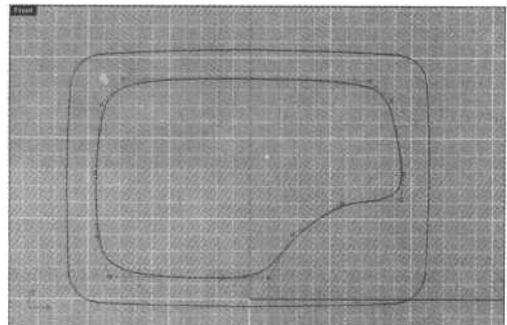

图 1.9 画曲线
(10) 选择 **Control Point Curve** (控制点曲线) 工具，画 1 条曲线并调整成如图 1.9 所示。